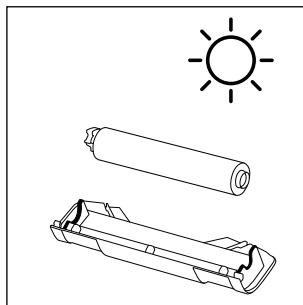

Rys. 35
- ◆ Umyj osłonę przeciwbrzegową **7** oraz wałek szczotkowy **6** pod bieżącą, ciepłą wodą (patrz rys. 35).